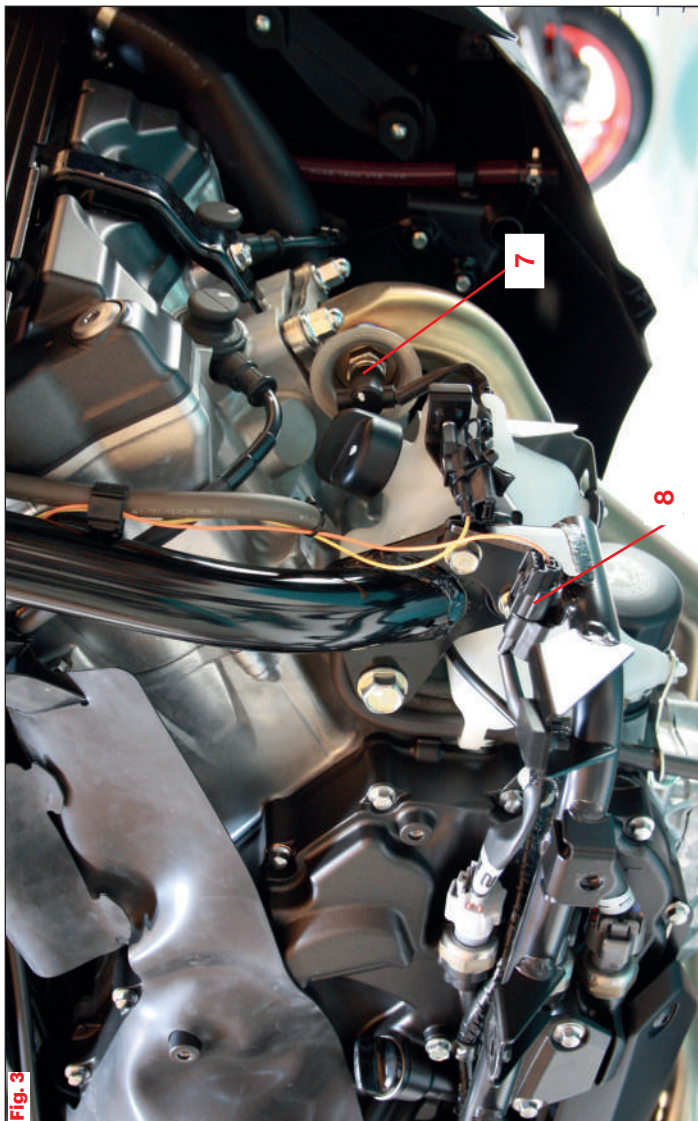

Fig. 4
- Individuare l'iniettore **9 (Fig. 4)**.
- Collegare il cavo rosso **10** proveniente dalla centralina al rubacorrente **11 (Fig. 4)**.
- Locate the injector **9** (**Fig. 4**).
- Connect the red wire **10** which comes from the CDI to the electrical tap connector **11** (**Fig. 4**).
- Trouver l'injecteur **9** (**Fig. 4**).
- Connectez le câble rouge **10** en provenance du boîtier électronique à l'aiguille prise de tension **11** (**Fig. 4**).